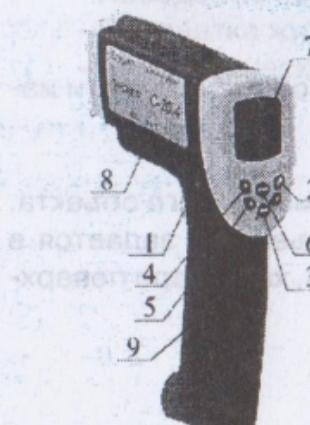

рис.4
1) Схема органов управления пирометра С-20 приведена на рис.4.
Для входа в меню необходимо нажать кнопку «MODE» поз 3 рис.4.
В пунктах меню «EMS», «HAL», «LAL» для установки необходимых значений параметров следует использовать кнопки «Вперед», «Назад» поз.5 рис.4.
В модификации пирометра С-20.4 реализована возможность режима автоматического измерения. Для этого необходимо однократно нажать на кнопку "SET" поз. 4 рис.4 (дополнительного нажатия на кнопку "Измерение" не требуется). Для выхода из режима автоматического измерения необходимо повторно нажать на кнопку "SET".
- нажать кнопку «SET» поз.4 рис.4, на ЖКД высветится номер свободной ячейки памяти (всего - 12);
- нажать кнопку «STO» поз.6 рис.4, фиксированное значение измеренной температуры заносится в соответствующую ячейку памяти прибора;
Для извлечения из памяти измеренных значений следует, находясь в режиме «Измерение», коротко нажать кнопку поз.6 рис.4, при этом количество нажатий должно соответствовать номеру интересующей ячейки памяти.
Для удаления из памяти измеренных значений следует нажать кнопку поз.6 рис.4 и удерживать ее нажатой не менее 3 с. На ЖКД в подменю появится надпись «CLR», подтверждающая очистку памяти.
- 4) При изменении внешнего вида индикатора разряда источника питания поз.7 рис.4 (исчезновение заливки), следует заменить источник питания.